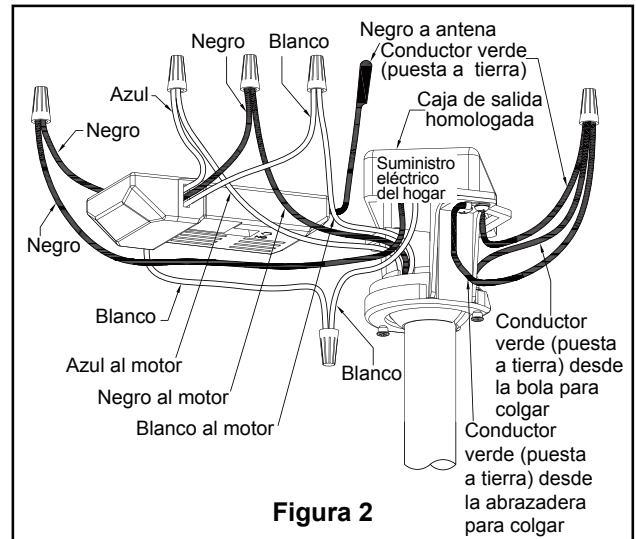

Figura 2
### Uso de perfil profundo (Figura 2)
2. Retire el clip de horquilla y pasador de horquilla de la parte inferior de la bola para colgar. Retener el pasador y clip para la reinstalación en el paso 4. (Figura 2)
Debe colgar el ventilador a una distancia mínima de 2,13 m desde las aspas hasta el piso. (Figura 2)
1. Conecte los conductores verdes de la abrazadera para colgar y la varilla al conductor desnudo (a tierra) con el conector de cables. Conecte el conductor negro de la unidad receptora marcado "AC IN L" al conductor negro de alimentación con el conector de cables. Conecte el conductor blanco de la unidad receptora marcado "AC IN N" al conductor blanco de alimentación con el conector de cables. Conecte el conductor blanco de la unidad receptora marcado "TO MOTOR N" al conductor blanco del ventilador con el conector de cables incluido con la unidad receptora. Conecte el conductor negro de la unidad receptora marcado "TO MOTOR L" al conductor negro del ventilador con el conector de cables que se adjunta con la unidad receptora. Finalmente, conecte el conductor azul de la unidad receptora al conductor azul de la iluminación del ventilador con el conector de cables que se adjunta con la unidad receptora. (Figura 2)
2. Coloque y ajuste firmemente la cubierta para el tornillo de la base sobre los tornillos de reborde de la abrazadera para colgar mediante el mecanismo de seguro por giro del chavetero. (Figura 2)
2. Restaure la fuente de alimentación de la toma de corriente enciendi la electricidad del fusible principal. (Figura 2)